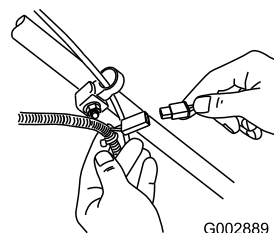

Figura 26
1. Collegate il caricabatterie al cablaggio preassemblato del tosaerba, sotto la chiave di accensione (Figura 26).